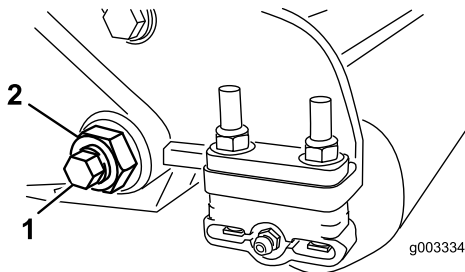
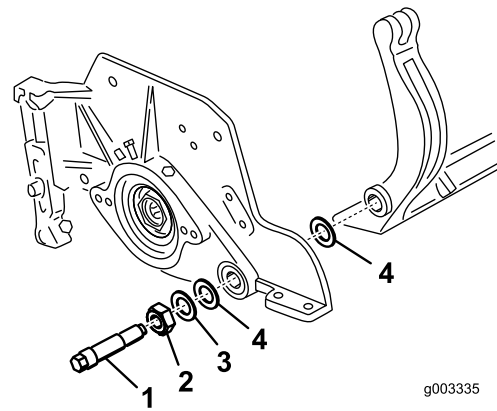

Figura 24
Figura 25
3. Su ciascun lato della macchina, allentate il dado di bloccaggio che fissa il bullone della barra di appoggio (**Figura 24**).
4. Togliete ciascun bullone della barra di appoggio consentendo alla barra di appoggio di essere tirata verso il basso e rimossa dal bullone della macchina (**Figura 24**). Considerate 2 rondelle in nylon e 1 rondella in acciaio stampato su ciascun lato della barra di appoggio (**Figura 25**).
3. Collocate una rondella in nylon su ciascun lato della flangia di estremità della piastra laterale. Posizionate una rondella in acciaio all'esterno di ciascuna rondella in nylon (Figura 25).